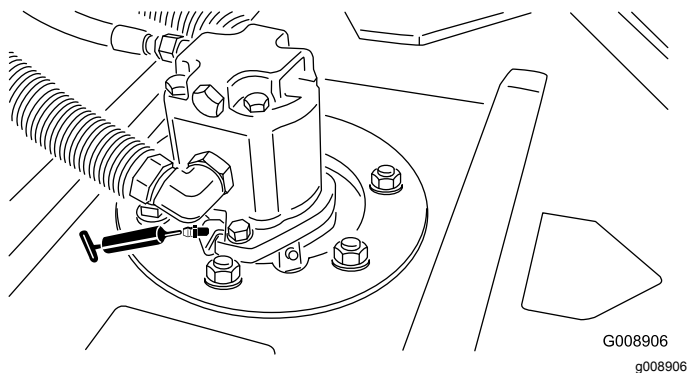

Bild 55
- Spindelwellenlager des Mähwerks (2 pro Mähwerk) (**Bild 55**)